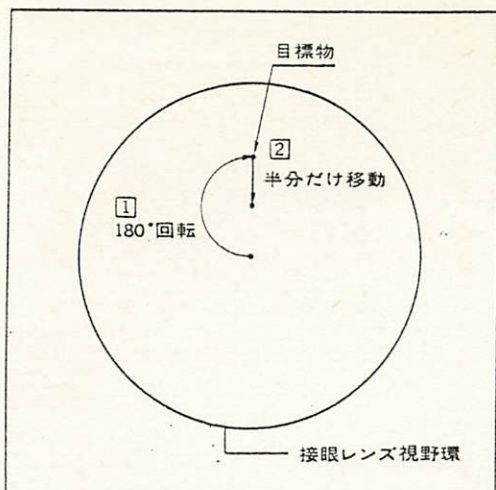

図 18
- 2) ステージの回転クランプねじを緩めて、ステージを約180°回転させ、目標物が視野の中央から移動した量の半分だけを、ステージの心出しねじによって移動させます。(図18参照)